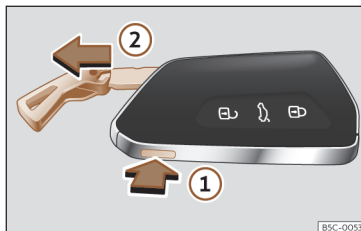

Abb. 57 Fahrzeugschlüssel: Schlüsselbart abziehen.
- Wenn Sie die Taste »» Abb. 57 ① einmal drücken, wird der Schlüsselbart entriegelt und eine Öse als Schlüsselband angezeigt.
- Halten Sie die Taste ① gedrückt und ziehen Sie gleichzeitig die Öse in Pfeilrichtung »» Abb. 57 ②, um den Schlüsselbart vollständig auszuklappen.